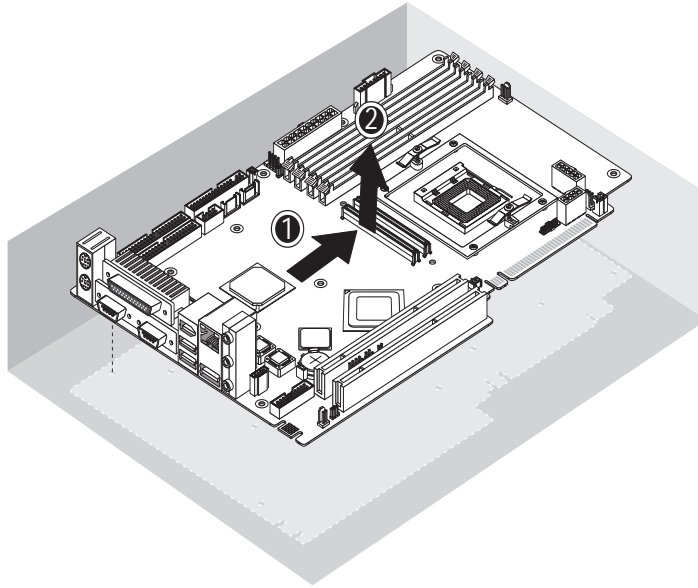

BILD 4-30 Ta bort moderkortet från chassit
9. För moderkortet mot chassits framsida (se (1) i BILD 4-30) och lyft sedan upp det för att dra undan det (2).